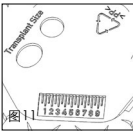

图 11
■ 图 11 本产品的毫米规格可广泛的用于这个级别的测量，尤其在中耳手术中发挥很大作用。另外，其背面还可用于存放较小的物品，或作为操作平台，如对移植植物进行操作。